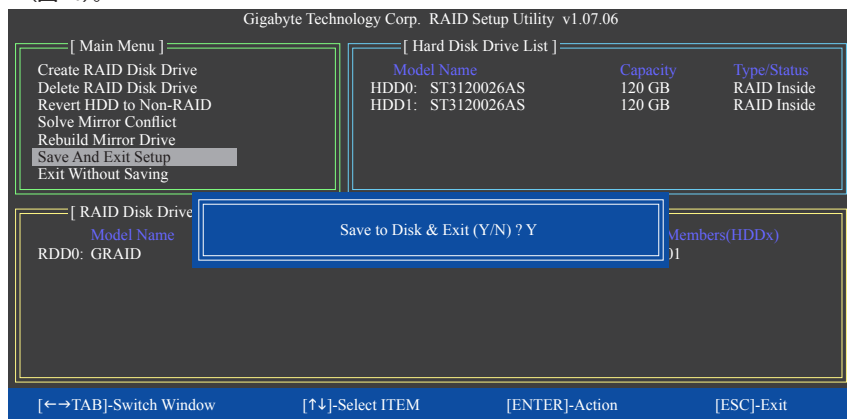

図 10
7. セットアップを保存して終了する: RAID アレイを構成した後、メイン画面で **Save And Exit Setup** 項目を選択し、設定を保存してから RAID BIOS ユーティリティを終了し、<Y> を押します (図 10)。